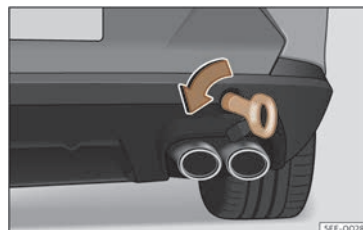

Fig. 204 A la part dreta del para-xocs del darrere: argolla de remolc enroscada.
- Enrosqueu l'argolla de remolc a l'allotjament girant-la al màxim **en el sentit contrari al de les agulles del rellotge** >>> **fig. 204** , >>> ①. Utilitzeu un objecte adequat amb el qual pugueu enroscar completament i fermament l'argolla de remolc en el seu allotjament.